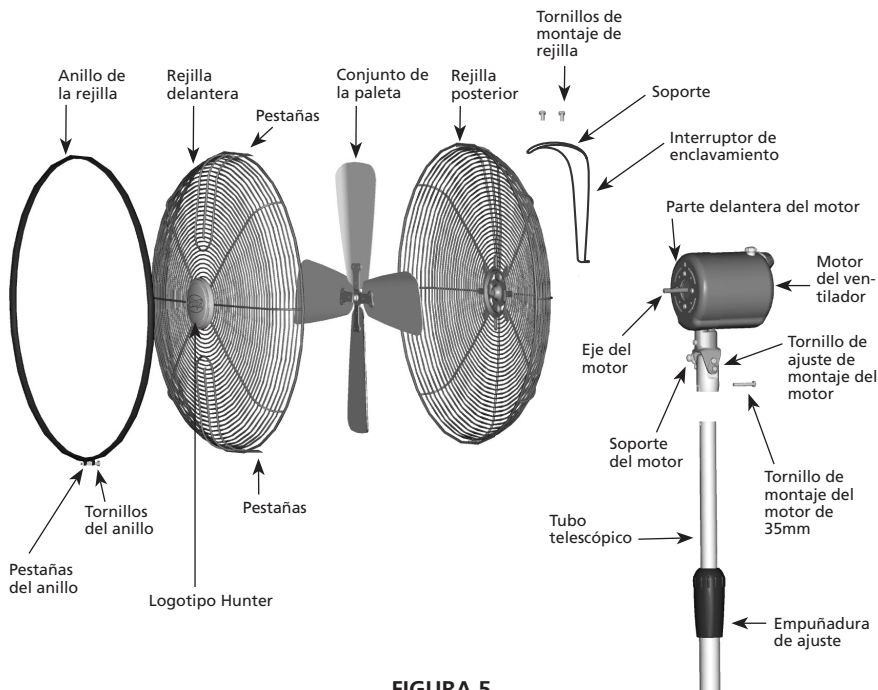

FIGURA 5
16. Sostenga el motor del ventilador sobre los tubos telescópicos y conecte los enchufes. Vea la Figura 5.